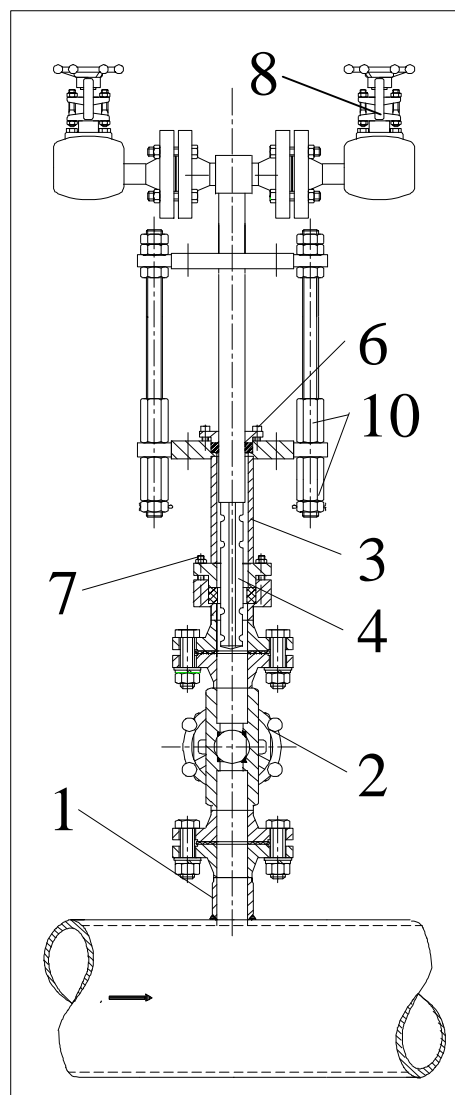

Abb. 14: ITABAR-Sonde im ausgezogenen Zustand
- Führen Sie die Sonde in die Rohrleitung ein, indem Sie wechselweise die Ein- und Ausziehmuttern {10} in die erforderliche Richtung drehen. Achten darauf, daß Sie je Mutter nicht mehr als 2 Umdrehungen ausführen, um den Sensor nicht zu verkanten. Schieben Sie die Sonde mit Hilfe der Muttern {10} solange weiter ein, bis die Sondenspitze die gegen überliegende Wand berührt oder beim Typ FTHD-26/36 im Gegenlager sitzt (Abb.14).
- Jetzt können die Schrauben/ Muttern {6+7} der Packung richtig festgezogen werden (Abb.14).
- Danach können die Instrumentenventile {8} zum Meßumformer geöffnet werden (Abb.14).
- Lösen Sie ganz leicht die Schrauben/ Muttern {6+7} der Packung, bevor Sie mit dem Ausziehen der Sonde {4} beginnen. (Abb.14).
- Ziehen Sie die Sonde aus der Rohrleitung heraus, indem Sie wechselweise die Ein- und Ausziehmuttern {10} in die erforderliche Richtung drehen. Achten darauf, daß Sie je Mutter nicht mehr als 2 Umdrehungen ausführen, um den Sensor nicht zu verkanten. (Abb.14).
- Wenn die Sonde vollständig herausgefahren ist, man beachte die Stellung der Gewindestangen, kann der Absperrschieber {2} zur Rohrleitung geschlossen werden und die Sonde dann vollständig (z.B. für Reinigungszwecke) demontiert werden. (Abb.14).